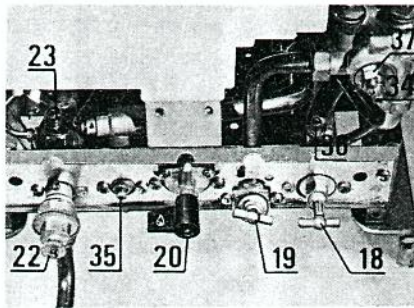

Fig. 2
- 1) Tournez vers la gauche la manette du robinet de gaz (20) (fig. 2).
- 4) En Hiver, vérifiez que le robinet anti-thermosiphon (18) (fig. 2) du départ chauffage est bien ouvert.
Le départ chauffage de la chaudière a été équipé d'un robinet (18) (fig. 2) donnant, si c'était le cas, la possibilité de supprimer en fonctionnement ÉTÉ ce phénomène particulier.
Il suffit lorsque l'on bascule l'interrupteur sur la position ÉTÉ de fermer le robinet départ chauffage (18) (fig. 2). **Ne pas oublier de le rouvrir lorsque l'on replace l'interrupteur sur la position HIVER en début de saison de chauffe.**
- dévissez les vis de vidange (34 et 35) (fig. 2).
- vissez à fond la molette de la soupape de sécurité (22) (fig. 2).
- dévissez la vis de vidange (36) (fig. 2).
- revissez la vis de vidange (36) (fig. 2).
- dévissez la molette de la soupape de sécurité (22) (fig. 2).
- Fermez le robinet d'arrêt d'eau de ville (19) (fig. 2).
- Dévissez l'ensemble régulateur eau (37) (fig. 2), retirez et nettoyez le filtre sanitaire.
- 2) Fermez les robinets départ et retour chauffage (18 et 23) (fig. 2) en poussant et en vissant à fond.
- 3) Vissez à fond la molette de la soupape de sécurité (22) (fig. 2).